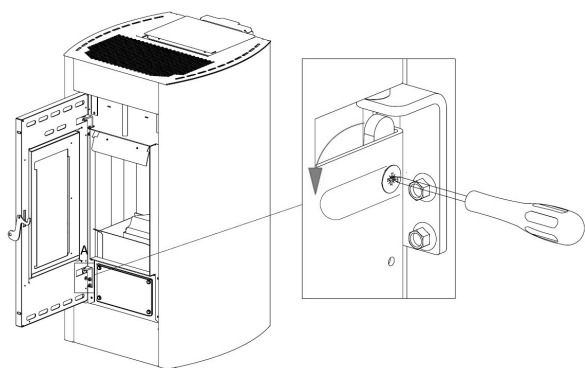

Fig. 32 - Remoção de parafusos
- Com uma chave de fenda, rodar a alavanca no sentido da seta (ver **Fig. 32**).